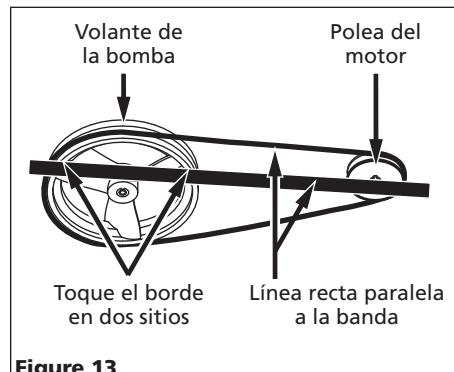

Figura 13
- e. Para alinear la banda, coloque un objeto recto entre dos puntos del volante (Vea la Figura 13).
- f. Ajuste el volante o la polea del motor de modo que las bandas estén paralelas al objeto recto de referencia (Vea la Figura 13).